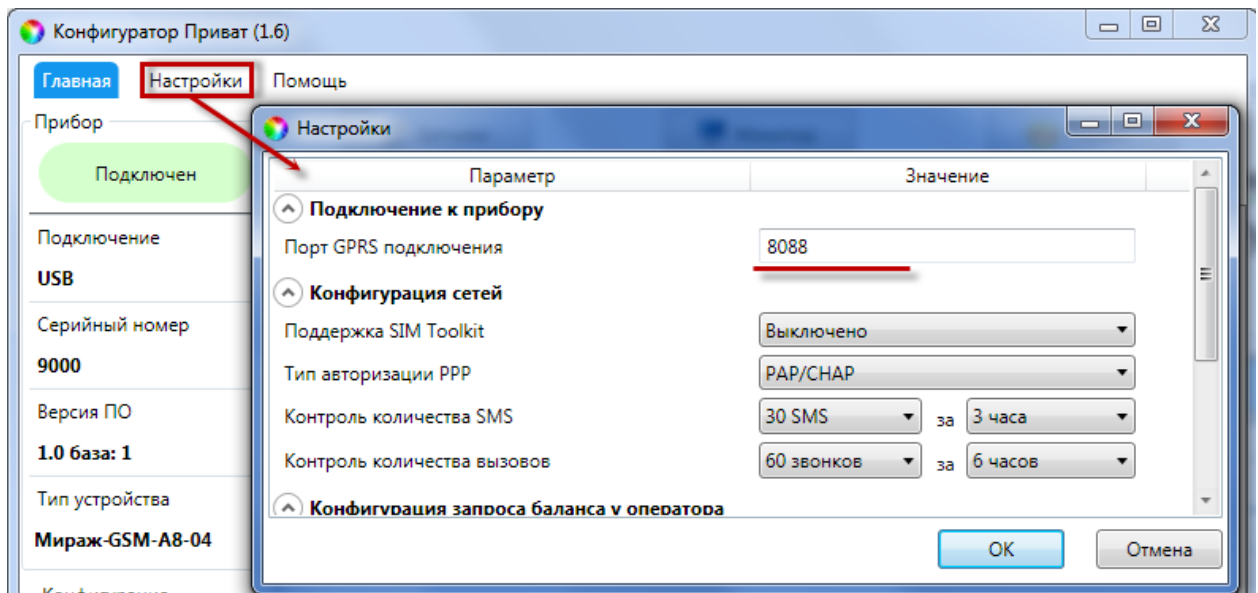

Рис. 5.3. Изменение номера TCP/IP-порта для GPRS-подключения
- 3) Укажите TCP/IP-порт, по которому контроллер будет выполнять подключение к программе *Конфигуратор Приват*. Для этого в программе *Конфигуратор Приват* откройте меню *Настройки* и укажите необходимый номер в поле *Порт GPRS-подключения* (Рис. 5.3).